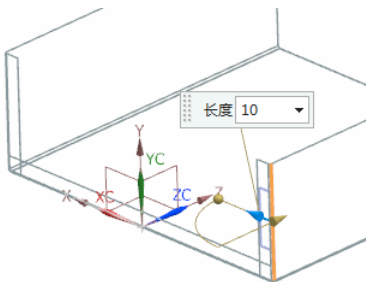

图 6-67 选择弯边
- (6) 选择弯边，同时在视图区预览显示所创建的弯边，如图 6-67 所示。